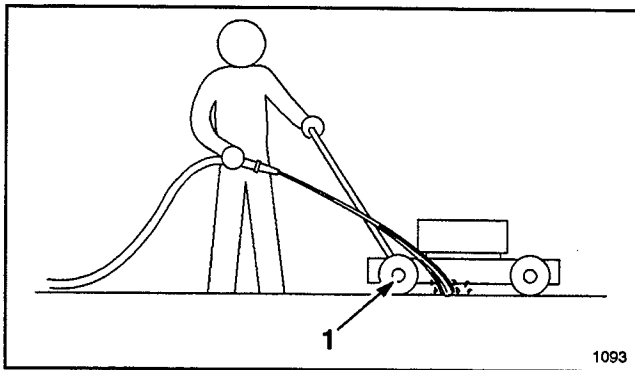

Figure 32
3. Tenir le tuyau d'arrosage à la hauteur du mancheron et diriger le jet vers le sol, juste devant la roue arrière droite (Fig. 32). La rotation de la lame aspire l'eau sous la tondeuse et rince les déchets. Laisser couler l'eau quelques minutes, ou jusqu'à ce que l'eau qui s'écoule de la tondeuse ne contienne plus d'herbe.